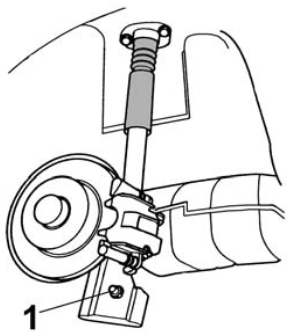

Fig. 6
- **Fig. 6** Untere Befestigungsschraube (1) aus-schrauben.
- **Fig. 6** Unscrew lower fastening screw (1).
- **Fig. 6** Dévisser les vis de fixation inférieures (1).
- **Fig. 6** Desatornillar el tornillo de sujeción inferior (1).